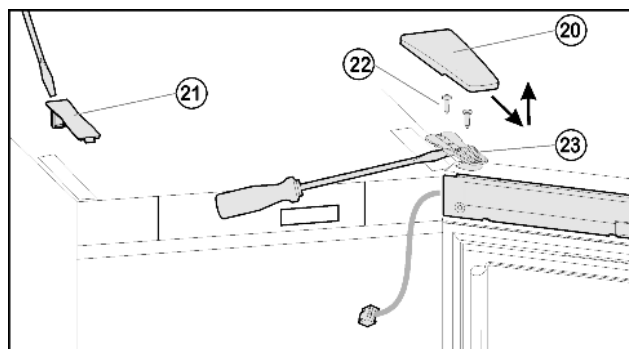
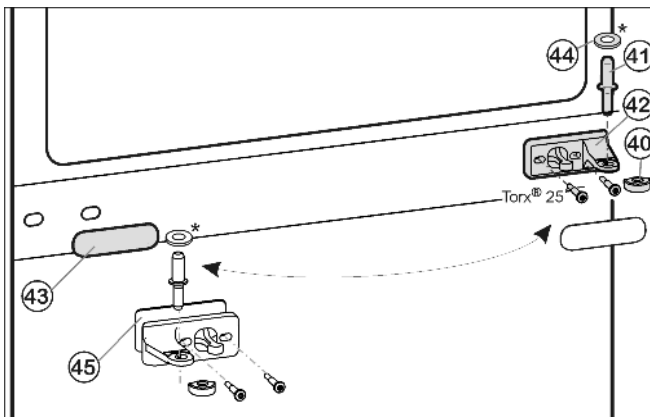
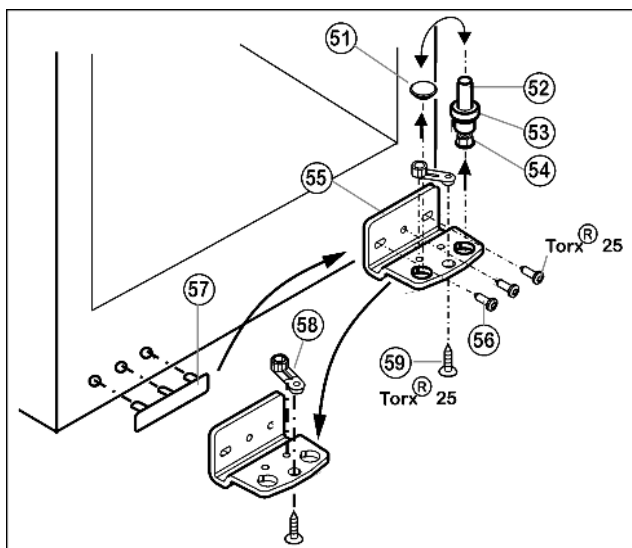

Fig. 6
Fig. 7
Fig. 8
- ▶ Крышку Fig. 6 (20) снимите движением вперед и вверх
- ▶ Снимите крышку Fig. 6 (21).
- ▶ Полностью выверните винты Fig. 6 (22).
- ▶ Снимите дверцу вместе с опорным кронштейном Fig. 6 (23) и кабелем вверх. Для снятия, возможно, понадобится осторожно подцепить опорный кронштейн снизу шлицевой отверткой.
- ▶ Вытащите из опорного кронштейна и нижней дверцы средний опорный палец Fig. 7 (41).
- ▶ Снимите пластмассовый колпачок Fig. 7 (40).
- ▶ Открутите средний опорный кронштейн Fig. 7 (42) (2 шт. Torx® 25).
- ▶ Осторожно снимите накладку Fig. 7 (43).
- ▶ Прикрутите средний опорный кронштейн Fig. 7 (42) с подкладкой Fig. 7 (45) с поворотом на 180° на новую сторону шарнира (с моментом 4 Нм).
- ▶ Защелкните накладку Fig. 7 (43), повернув на 180°, на стороне, где теперь будет ручка.
- ▶ Извлеките опорный винт Fig. 8 (52) в комплекте с шайбой Fig. 8 (53) и регулируемой опорой Fig. 8 (54), вытягивая его вверх.
- ▶ Снимите пробку Fig. 8 (51).
- ▶ Открутите Fig. 8 (56) опорный кронштейн Fig. 8 (55).
- ▶ Открутите Fig. 8 (59) опорную деталь Fig. 8 (58) и, переставив в отверстие на противоположной стороне опорного кронштейна, снова прикрутите.
- ▶ Осторожно снимите и переставьте на противоположную сторону крышку со стороны ручки Fig. 8 (57).
- ▶ Снова прикрутите опорный кронштейн Fig. 8 (55) на новой стороне шарнира (с моментом 4 Нм). При необходимости используйте аккумуляторный шурупверт.
- ▶ Переставьте пробку Fig. 8 (51) в свободное отверстие.
- ▶ Вновь установите опорный винт Fig. 8 (52) в комплекте с шайбой и регулируемой опорой. При этом фиксатор должен быть направлен назад.
- ▶ Установите дверь сверху на опорный палец Fig. 8 (52).
- ▶ Снова наденьте пластмассовый колпачок Fig. 7 (40) на средний опорный кронштейн Fig. 7 (42).
- ▶ Вставьте средний опорный палец Fig. 7 (41) через средний опорный кронштейн Fig. 7 (42) в нижнюю дверцу.
- ▶ Установите верхнюю дверцу на средний опорный палец Fig. 7 (41), закройте дверцу и установите верхний опорный кронштейн Fig. 6 (23) так, чтобы он защёлкнулся в верхней стороне устройства.
- ▶ Закрутите опорный кронштейн Fig. 6 (23) (с усилием 4 Нм). При необходимости просверлите отверстия или используйте аккумуляторную отвертку.
- ▶ Защёлкните крышку Fig. 6 (20) и крышку Fig. 6 (21).
- ▶ При необходимости выровняйте дверцы через два продольных паза в нижнем опорном кронштейне Fig. 8 (55) и среднем опорном кронштейне Fig. 7 (42) параллельно корпусу устройства. Для этого выкрутите средний винт на нижнем опорном кронштейне Fig. 8 (55).